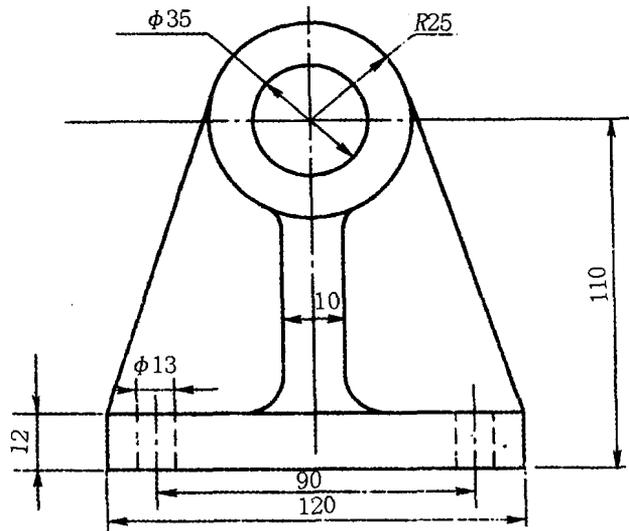

图 2-12 以一个平面和一条中心线为划线基准
②以一个平面(或直线)和一条中心线为基准:如图 2-12 所示的零件,其宽度方向的尺寸 10、90、120mm 以中心线为对称轴,而高度方向的尺寸 12、110mm 是以底面为基准。因此应选底面和中心线分别为该零件两个方向上的划线基准。